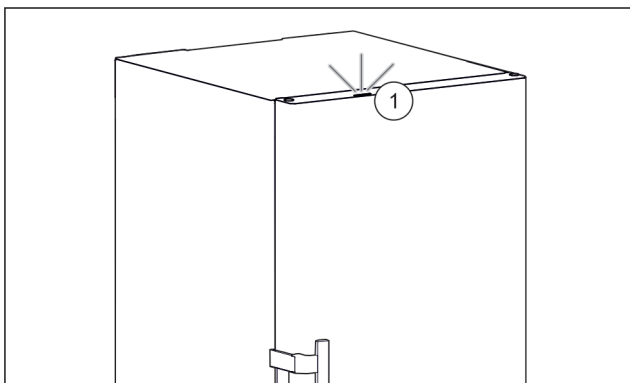

Fig. 90 Drita aktive e statusit me derën e mbyllur
- Drita e statusit Fig. 90 (1) aktivizohet.